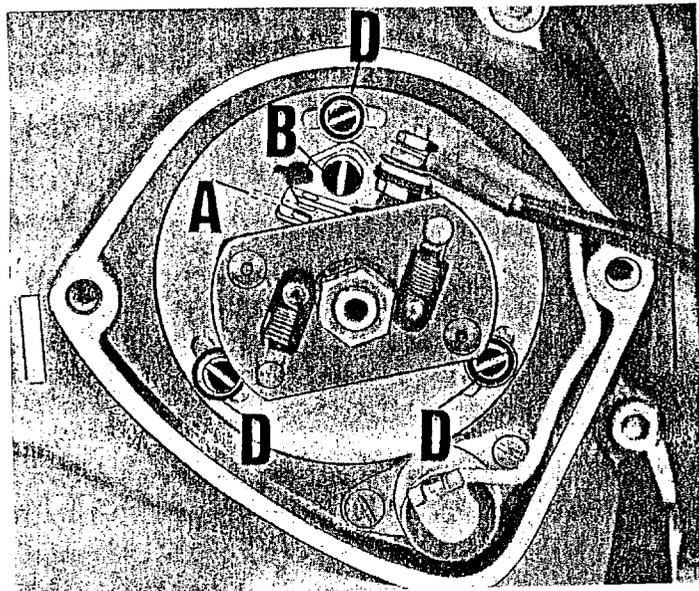

Abb.18
(s. Abb.18)
- die Öffnung der Unterbrecherkontakte (A a. Abb.18)
-Wenn das Öffnen der Kontakte beginnt, leuchtet die Lampe auf, öffnen die Kontakte vor oder nach dem bestimmten Punkt, müssen die Schrauben(D aus Abb.18) gelöst werden, die den Unterbrecher auf dem Antriebsdeckel halten, dann muß der Unterbrecher nach links oder rechts gedreht werden, bis das Öffnen der Kontakte exakt zum vorbestimmten Zeitpunkt beginnt.